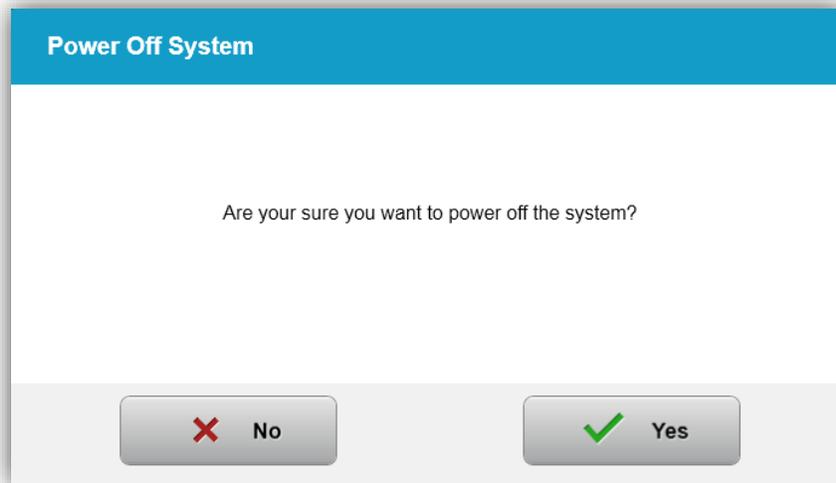

Figure 3-49.
- Confirmez la mise hors tension du système en sélectionnant « Yes », comme illustré à la figure 3-49.